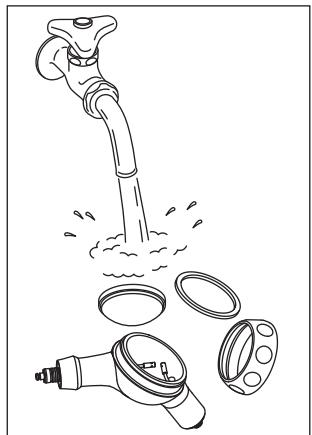

Fig.14
- 3) Lavare con acqua corrente qualsiasi residuo di polvere di pulizia accumulatasi all'interno del contenitore o sul tappo (Fig. 14).